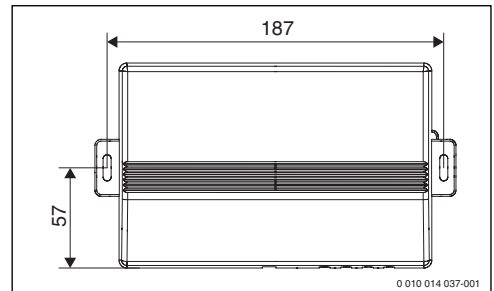

Bild 10 Regler montieren (Maße in mm)
- ▶ Löcher bohren (→ Bild 10, Seite 19).